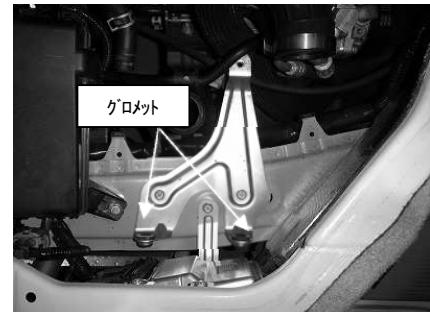

図 3
- 図 3 を参照し、取り外す際、引き抜く方向に注意して下さい。